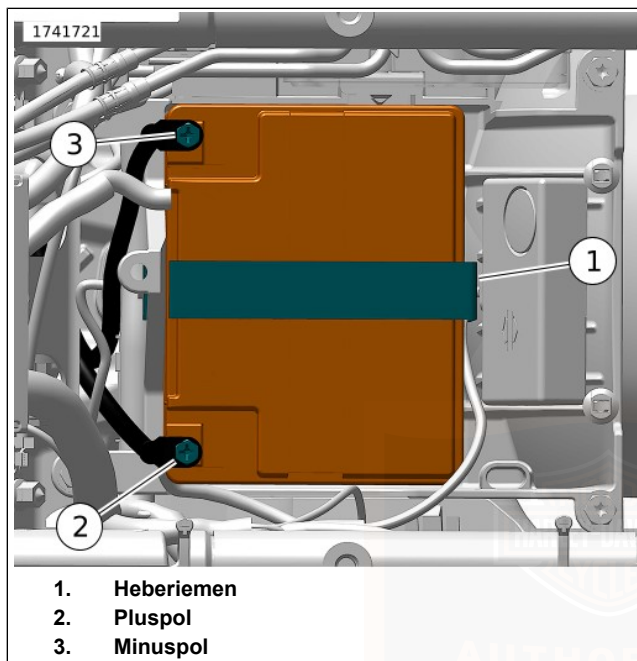

Abbildung 112. Batteriefach
10. Siehe Abbildung 112 . Beide Batteriepolverschrauben (2, 3) lösen, den Minuspol der Batterie zuerst.
11. Den Batterieheberriemen (1) nach oben ziehen, um die Batterie anzuheben. Wenn die Batterie weit genug angehoben wurde, um sie gut fassen zu können, Batterie greifen und komplett ausbauen.
3. Siehe Abbildung 112 . Die Batterie mit der Kontaktseite nach vorne in die Batteriegrundplatte einsetzen.